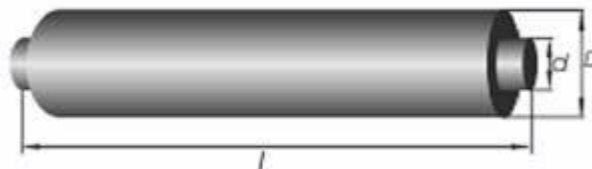

Рис. 1. ***Цилиндр с уступами***
1. По указанным данным, сделайте модель цилиндра с уступами, используя любую систему CAD/CAM, например: AutoCad, Компас 3D, SolidWorks и т.п.; (Рис.1).